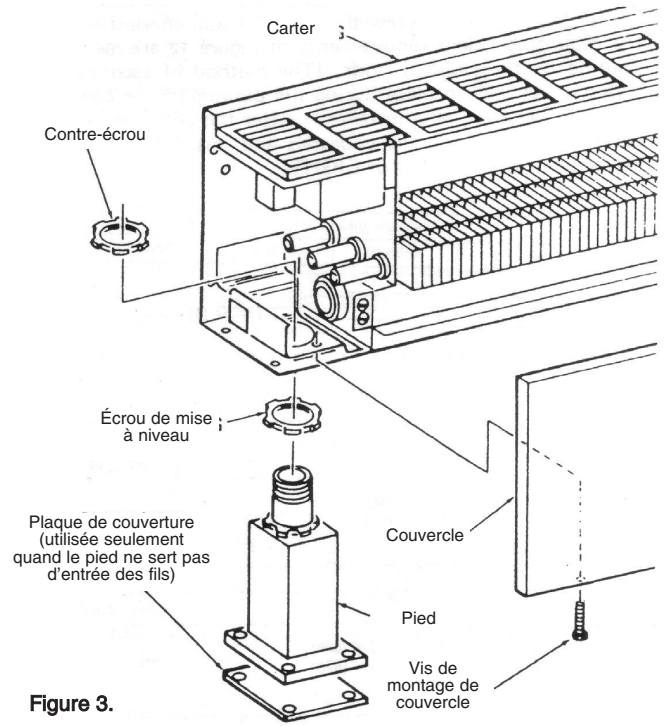

Figure 3.
**Remarque** – Quand un pied n'est pas utilisé pour entrer les fils, sa base doit recevoir une plaque de couverture (fournie avec le pied). Voir la Figure 3.
- Enlevez le couvercle frontal en ôtant ses vis de fixation (Figure 3).
1. Enlevez le couvercle frontal en ôtant ses vis de fixation (Figure 3).
6. Remettez en place le couvercle frontal et maintenez-le avec ses vis de fixation (Voir la Figure 3).
1. Enlevez le couvercle frontal en ôtant ses vis de fixation (Figure 3)